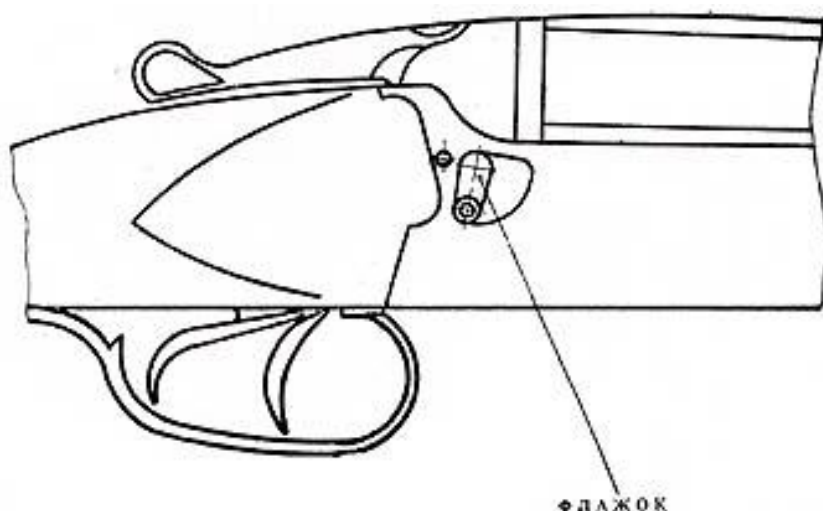

Рис. 3. Положение флажка при заборке.
- в) поверните флажок вниз до упора (рис. 3), отведите рычаг запирания вправо и